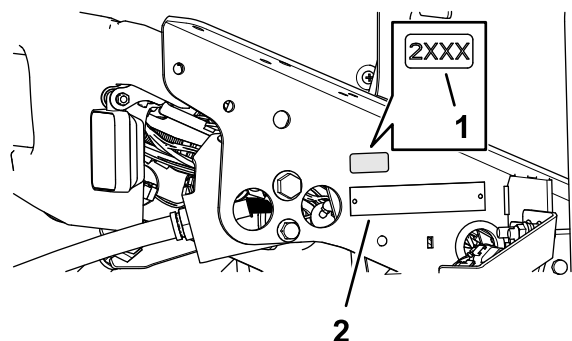

Рисунок 7
1. Очистите поверхность в зоне кронштейна пола рядом с табличкой с серийным номером протирочным спиртом и чистой ветошью и дайте кронштейну высохнуть (Рисунок 7).